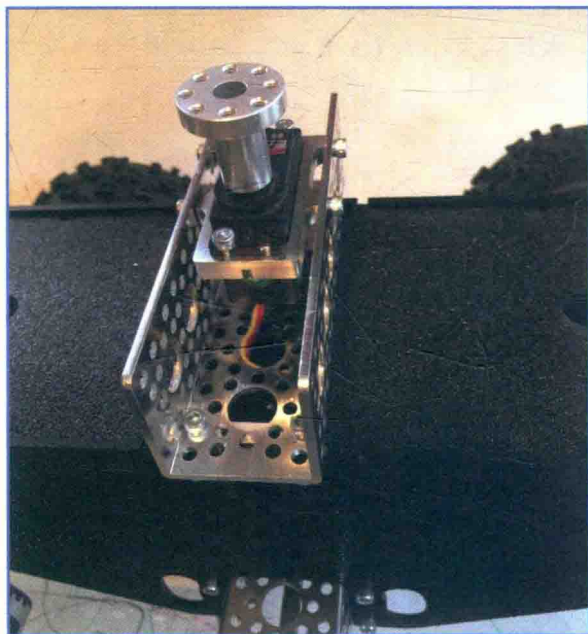

图 13.22 安装伺服轮毂
13. 用伺服机构自带的固定螺丝安装伺服轮毂（见图 13.22）。